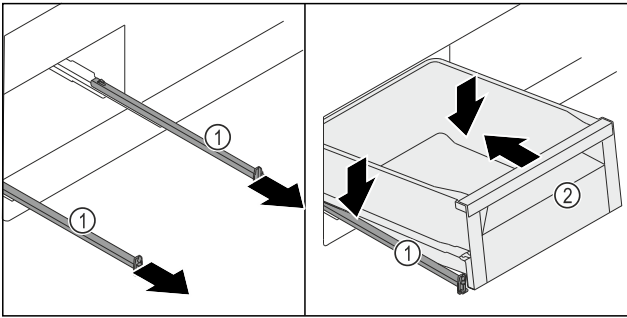

Fig. 136
- Schienen Fig. 136 (1) herausziehen.
- Schienen Fig. 136 (1) festhalten und Schubfach Fig. 136 (2) schräg von oben auf den Schienen Fig. 136 (1) aufsetzen.
- Schubfach Fig. 136 (2) auf den Schienen Fig. 136 (1) bis zum Anschlag nach hinten schieben.